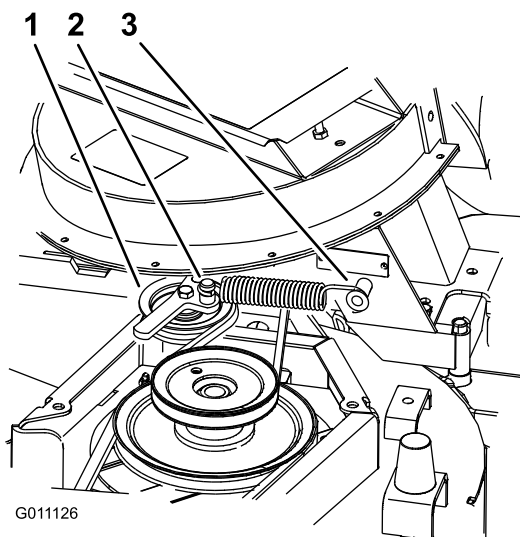

Figure 18
4. Montez le ressort comme montré à la Figure 18.